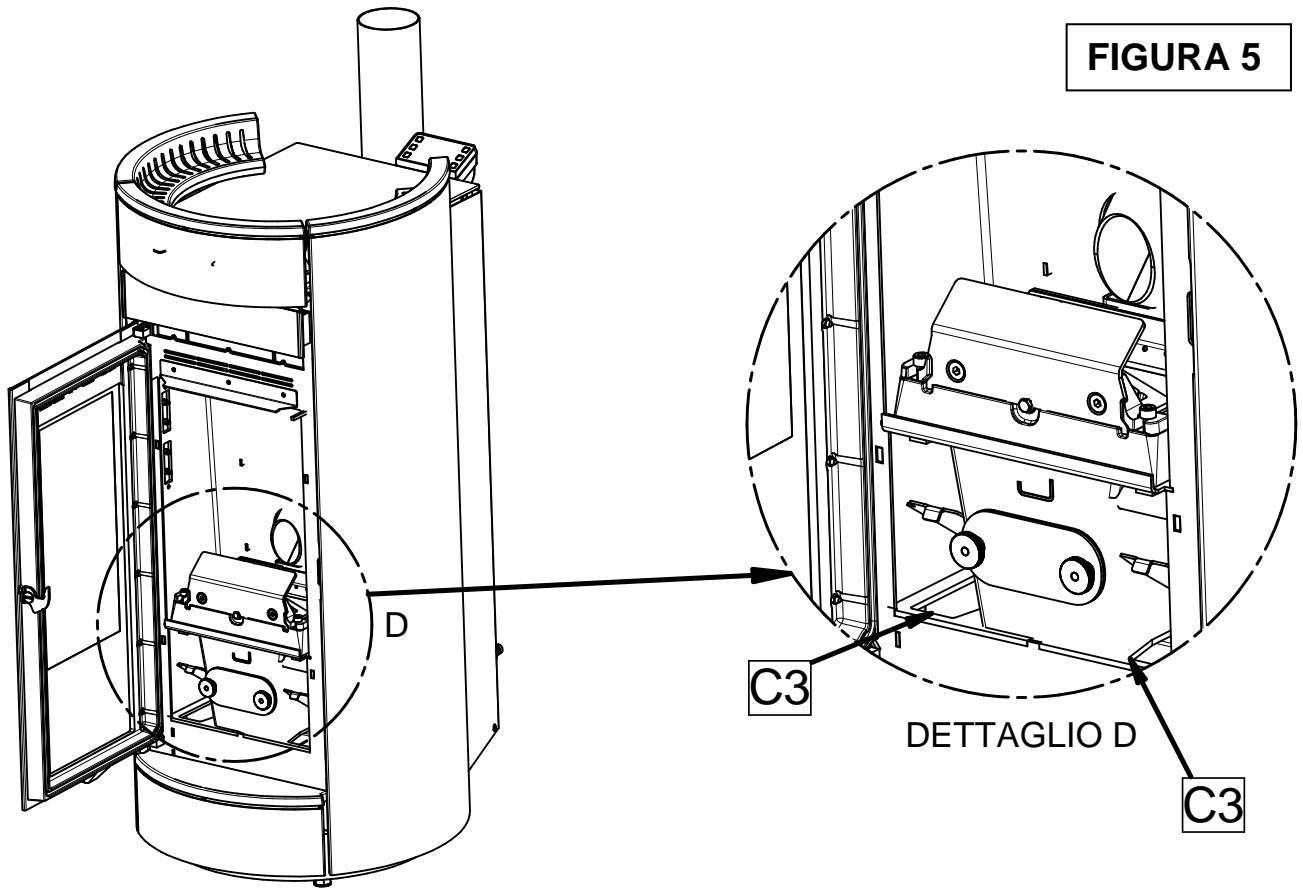

FIGURA 6
- Aspirare la cenere localizzata nel vano superiore giro fumi (Figura 7). Per accedere al vano togliere i rivestimenti dell'apparecchio, togliere la vite di blocco del coperchio serbatoio (Figura 6) ed estrarre il vassoio. Svitare i dadi ad alette e svitare il pomello scuoti turbolatori. Togliere il coperchio A facendo attenzione a non danneggiare l'isolante montato sullo stesso (Figura 7).